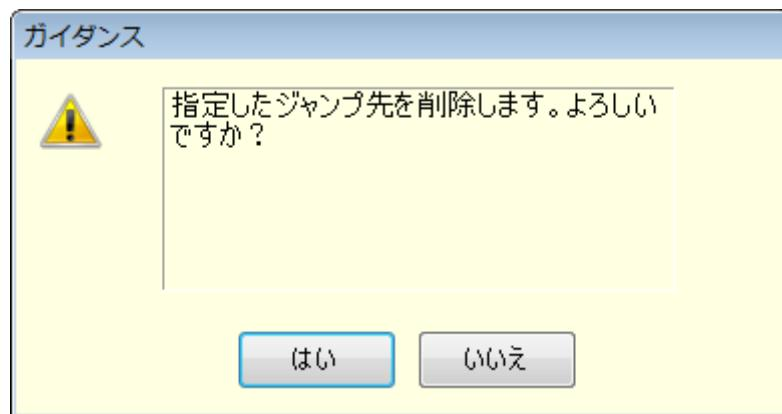

図5-7 ステップ削除の確認ダイアログ
- ジャンプ先やブランチステップに設定されているステップを削除した場合は、図5-7のダイアログが表示されます。**はい**を選択すると、ステップが削除されジャンプ先やブランチステップは無効となります。**いいえ**を選択すると、ステップの削除はキャンセルされます。